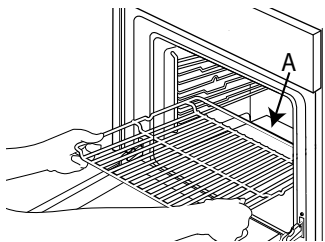

Рис. 1
1. Вставьте решетку горизонтально в держатели, чтобы приподнятая сторона «А» была обращена вверх (рис. 1).